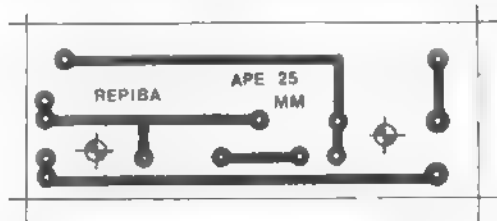

Fig. 2
- **FIG. 2** - Lay out do Circuito Impresso específico, lado cobreado. O padrão é muito simples e mesmo um principiante não encontrará dificuldades na sua confecção. Em todo o caso, quem for "preguiçoso" (ou não tiver o material necessário à confecção...) pode recorrer ao prático sistema de KITS completos, adquiríveis pelo Correio (ver Cupom/Anúncio).